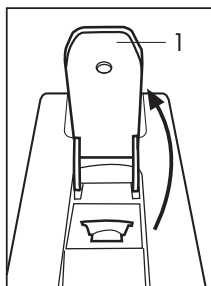
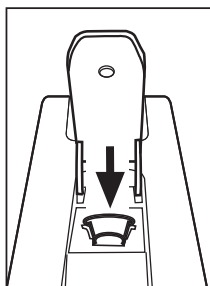

Fig. 7
Fig. 8
- Soulever complètement le levier de commande (1) (**Fig. 7**) et introduire une capsule dans le logement prévu à cet effet (**Fig. 8**)